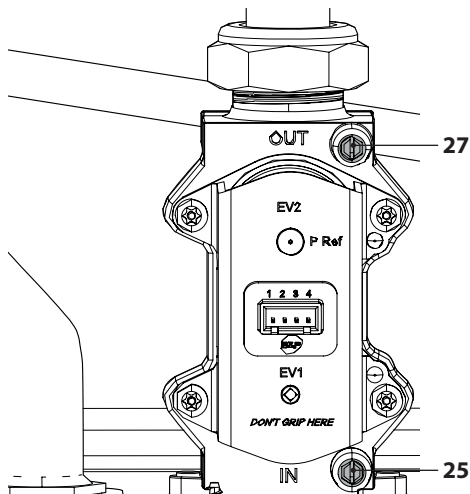

Figura 7.1
- A caldaia spenta (fuori servizio), controllare la pressione di alimentazione utilizzando la presa 25 in Figura 7.1 e confrontare il valore letto con quelli riportati nella tabella Pressioni di alimentazione gas nella sezione "Dati tecnici M300V.1616 SV" a pag. 26, "Dati tecnici M300V.2025 SV" pag. 29 e "Dati tecnici M300V.3035 SV" pag. 32.
- Richiudere bene la presa di pressione 25 in Figura 7.1.